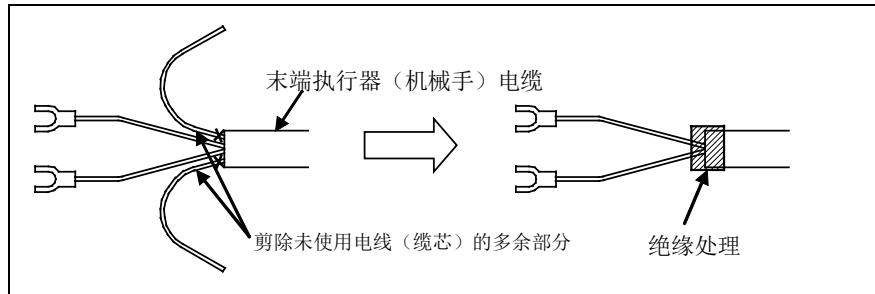

图 5 (a) 末端执行器(机械手)电缆的处理方法
- 请剪除末端执行器(机械手)电缆的未使用电线(缆芯)的多余部分并进行绝缘处理。如缠绕醋酸布胶带等。(见图 5 (a))